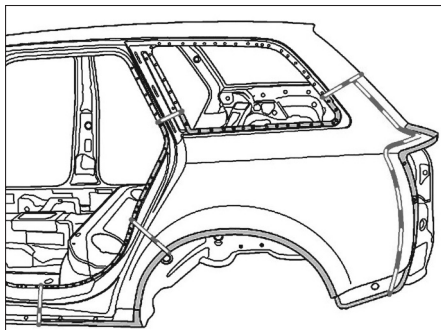

FIG. 48
- Effectuer la découpe au niveau du montant D en fonction de l'état de la carrosserie (Fig.48).